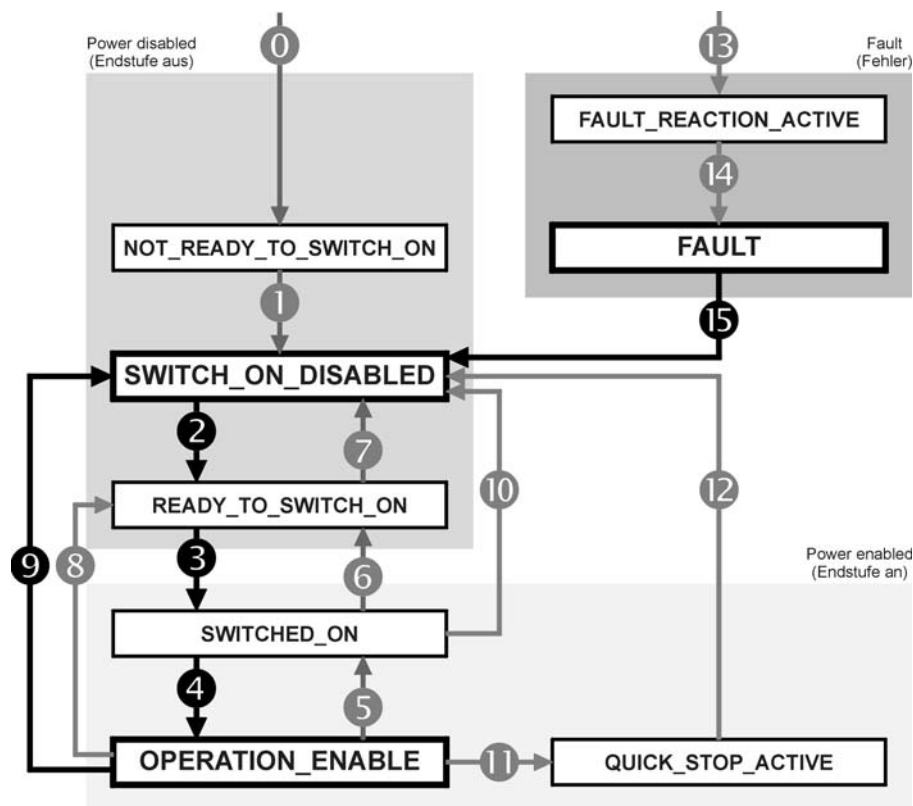

Abbildung 7.9: Zustandsdiagramm des Reglers
- 3.) Laut Zustandsdiagramm (Abbildung 7.9) sind die Übergänge 2, 3 und 4 auszuführen.